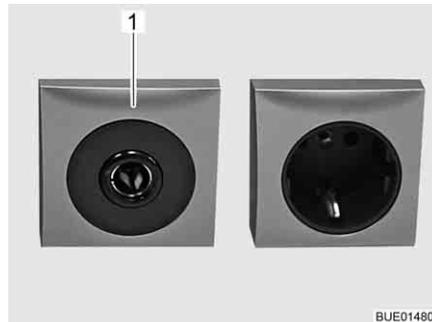

Fig. 136 Presa 12 V/10 A
- ▷ Alle prese (Fig. 136,1) della rete di bordo a 12 V, connettere solo apparecchi funzionanti al massimo a 10 A.